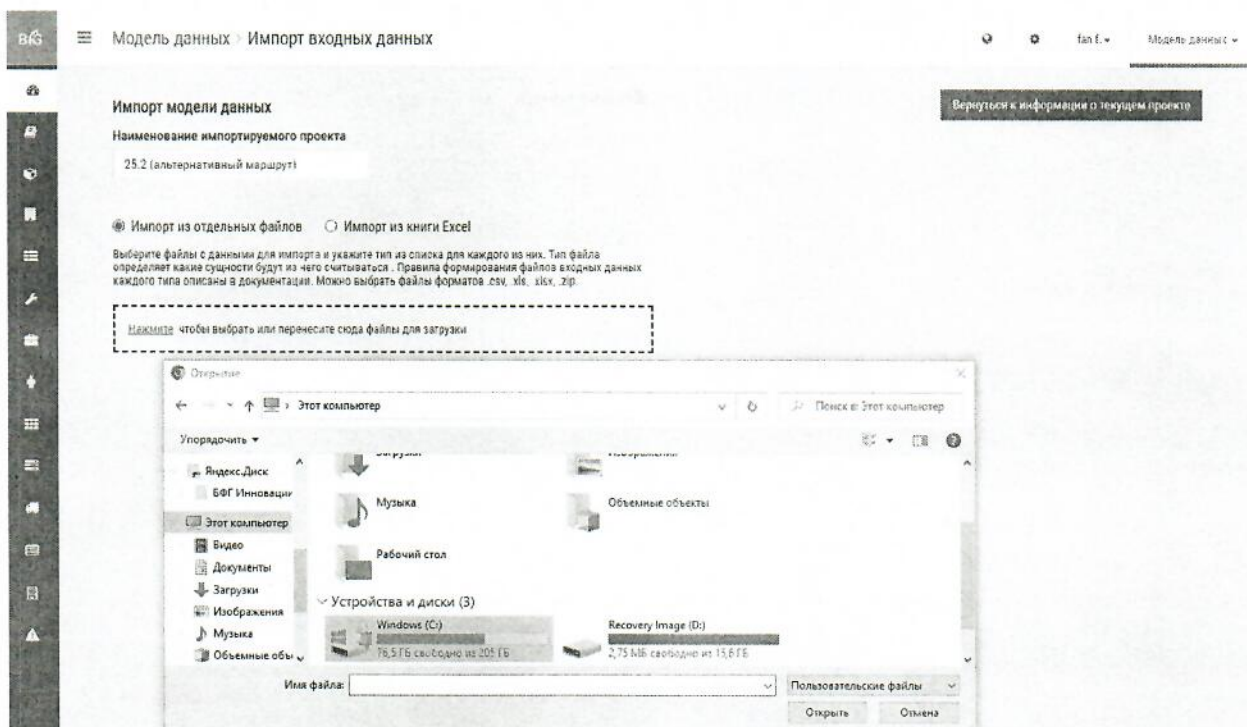

Рисунок 4.4
- 3 В открывшемся диалоговом окне проводника Windows выбрать файл, предназначенный для импорта (рисунок 4.4).